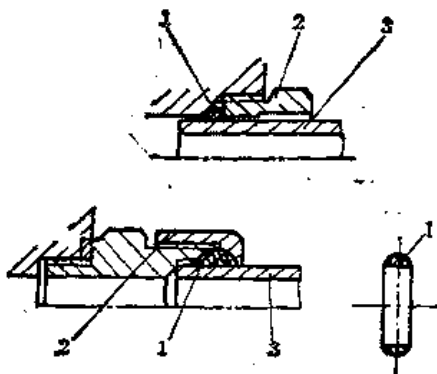

图6-1-21 压缩管接头
① 管接头各部分尺寸和螺纹的螺距应按表6-1-9所列数据选用和制造。
② 垫圈座的内径与接头上的压紧垫圈的凸肩的直径配合间隙不能过大，保持在 0.1mm 之内，以免塑料垫圈被挤出来。
③ 与垫圈接触的两端面要平整，并应垂直于其轴心线。
④ 在安装时，必须把管子校正到合适位置，使之与相接的管接头能很自然地对合，没有翘曲。
3) 压缩圈管接头 如图6-1-21所示的管接头，管子端部需要旋压一道圆滑的沟槽，套上螺母和压缩圈。